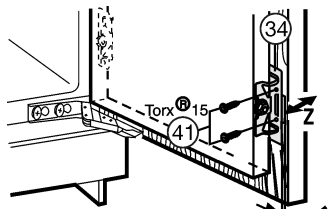

Fig. 21
- ▶ Gerätetür mit Schrauben Fig. 21 (41) durch die Befestigungswinkel Fig. 21 (34) auf der Möbeltür verschrauben.